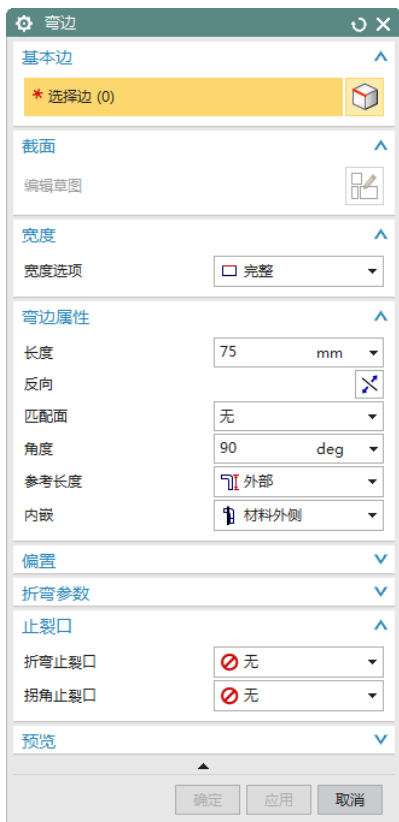

图 11-78 “弯边”对话框
(1) 选择“菜单(M)”→“插入(S)”→“折弯(N)”→“弯边(F)...”，或单击“主页”选项卡“折弯”面组上“弯边”按钮, 打开如图 11-78 所示“弯边”对话框。